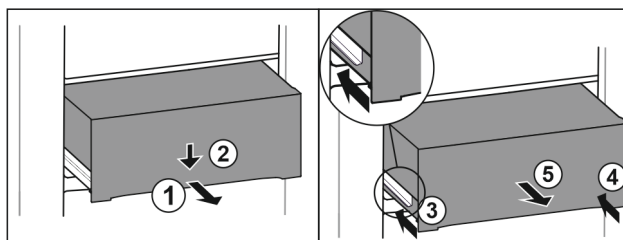

Fig. 104
- ▶ Tirer le tiroir jusqu'à mi-chemin. *Fig. 104 (1)*
- ▶ Appuyer sur l'avant du tiroir vers le bas. *Fig. 104 (2)*
- ▶ Insérer le rail gauche d'env. 2 cm. *Fig. 104 (3)*
- ▶ Insérer le rail droit d'env. 2 cm. *Fig. 104 (4)*
- ▶ Retirer le tiroir par l'avant. *Fig. 104 (5)*